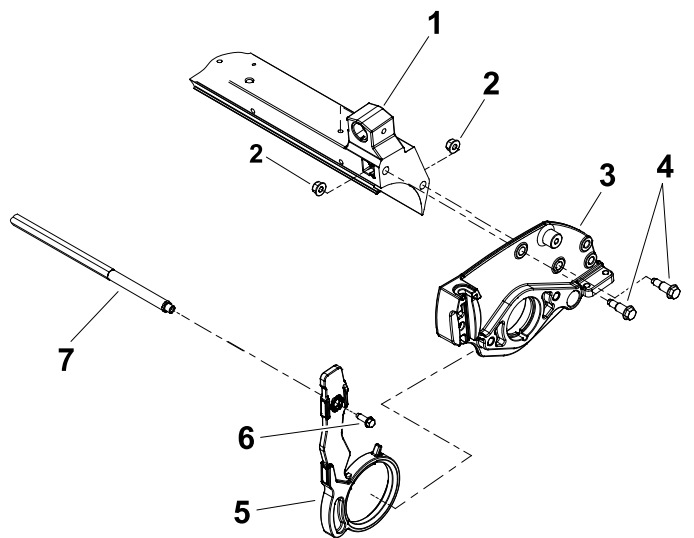

Figure 12
2. Glissez la plaque latérale avec le bras d'inclinaison neuf sur le cylindre de coupe avec précaution (Figure 12).
3. Fixez la plaque latérale à la traverse avec les boulons à épaulement et les écrous à embase (Figure 12).
5. Placez la tige transversale sur les bras d'inclinaison et fixez-la à l'aide des 2 vis à embase (Figure 12).